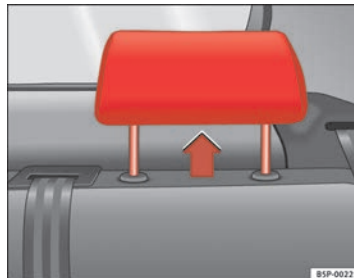

Fig. 5 Encostos de cabeça em posição de utilização
- Três posições **de utilização** ⇒ **fig. 5**. Nestas posições, o encosto de cabeça funciona como um encosto de cabeça convencional, protegendo juntamente com o cinto de segurança os passageiros dos lugares traseiros.